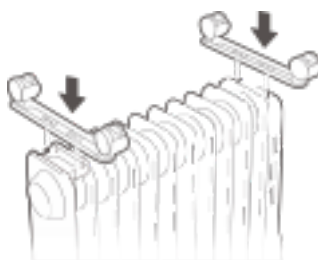

Figura 1
2. Come mostrato nella Figura 1, allineare il foro di montaggio di un gruppo di rotelle e installarlo sulla vite della piastra delle rotelle all'estremità dell'aletta del radiatore, e l'altro gruppo di rotelle è allineato alle viti montate sulla parte inferiore della scatola di controllo.